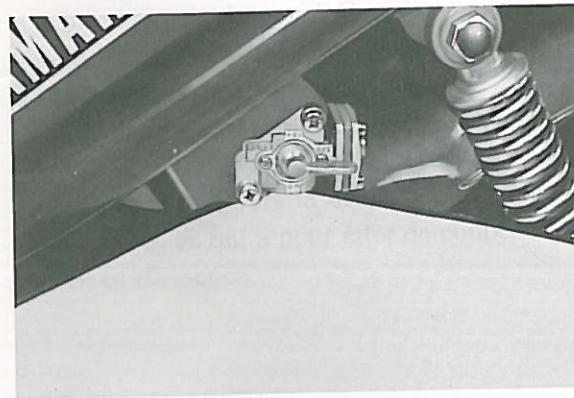

Fig. 5-9-3
- b. Impurities exist between the valve seat and valve. (Fig. 5-9-3)
- b. Corps étranger entre la valve et son siège. (Fig. 5-9-3)
- b. Verschmutzungen zwischen Ventilsitz und Ventil. (Fig. 5-9-3)